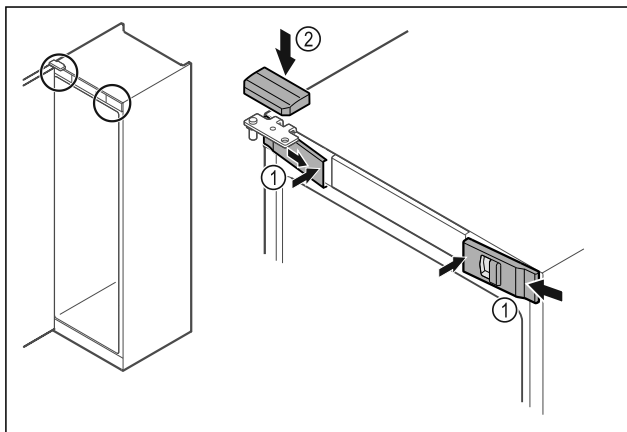

Fig. 37
- Įkabinkite priekines dengiamąsias plokšteles Fig. 37 (1) šone ir užfiksuokite vidinėje pusėje.
- Užfiksuokite viršutinę dengiamąją plokštelę Fig. 37 (2) iš viršaus.